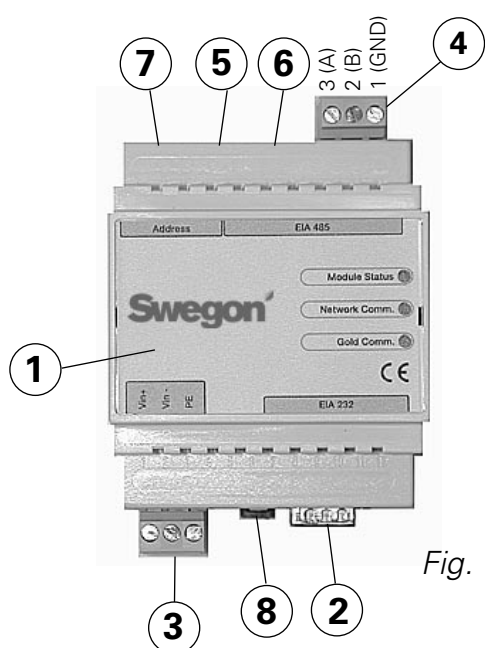

Fig. 1
Raccordez les bornes Vin+ (1) et Vin- (2), voir fig. 1, de l'unité GOLDen GATE, soit à un réseau séparé avec la tension appropriée, soit aux bornes 24 V CA selon le modèle, voir ci-dessous :
Mettez un des interrupteurs 8 (voir fig. 1) en position MARCHE lors de la configuration. L'interrupteur doit se trouver en position MARCHE avant raccordement à une alimentation 24 V.
Une fois la configuration terminée et les paramètres enregistrés, l'unité doit être hors tension pendant 30 secondes avant que les programmations s'appliquent. Remettez tous les interrupteurs 8 (voir fig. 1) en position ARRÊT.
Version C (voir figures 1 et 4)
Raccordez le câble de communication fourni avec le contact modulaire à 6 pôles RJ12 à 6 (voir fig. 1) et le contact D-sub à 9 pôles à la GOLD (voir fig. 5). L'interrupteur 4 sur l'unité de commande de la centrale GOLD doit se trouver en position Marche et l'interrupteur 3 en position Arrêt, voir figure 5.
Raccordez le câble de communication fourni avec le contact modulaire à 6 pôles RJ12 à 6 (voir fig. 1) et le contact rond à la GOLD (voir fig. 6).